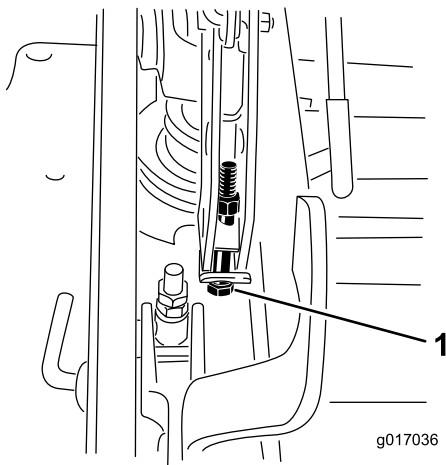

Figura 117
12. Si la carcasa está demasiado baja, apriete el perno del ajuste de un solo punto girándolo en el sentido horario. Si la carcasa está demasiado alta, afloje el perno del ajuste de un solo punto girándolo en sentido antihorario (Figura 117).